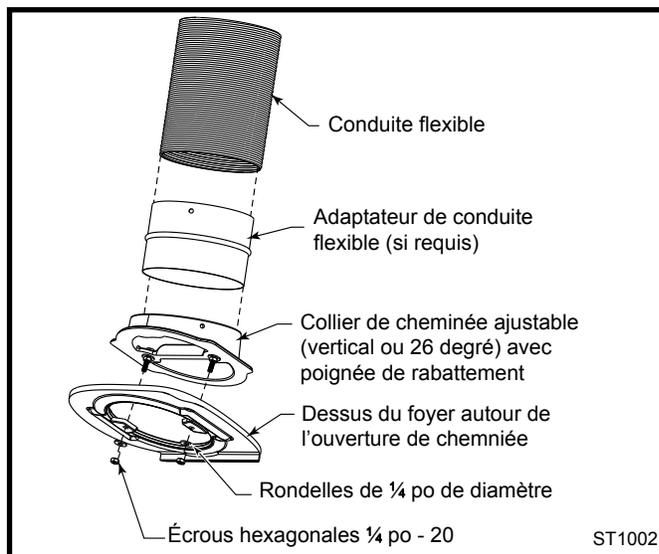
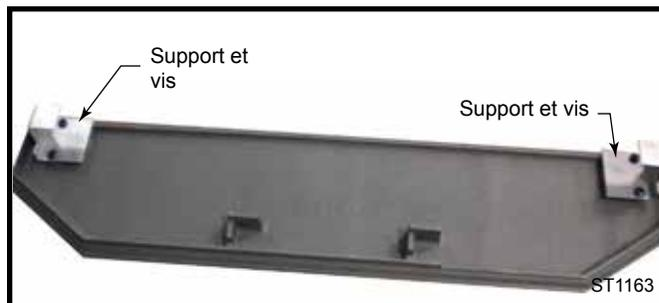

Fig. 6 Composantes du système de ventilation.
Fig. 8 Fixer le support au manteau à l'aide de deux (2) vis Philips.
3. **Installation du système de ventilation :** en fonction du type de configuration, il peut être plus facile pour vous d'installer d'abord le connecteur ou la conduite de cheminée en acier inoxydable. Référez-vous à la figure 6 pour visualiser les composantes du système de ventilation.
- Retirer le collier de cheminée en acier du foyer et fixer sur ce dernier soit l'adaptateur ou la conduite de cheminée en perçant trois (3) trous. Il faut vous servir des trois trous se trouvant sur le collier comme guide de perçage.
- Fixer le conduit de raccordement de façon à ce que la hauteur mesurée entre la surface finie de l'âtre au centre de la poignée de rabattement du collier soit de 521 mm (20-1/2"). (Fig. 8) Ceci facilitera la fixation une fois le foyer en place.